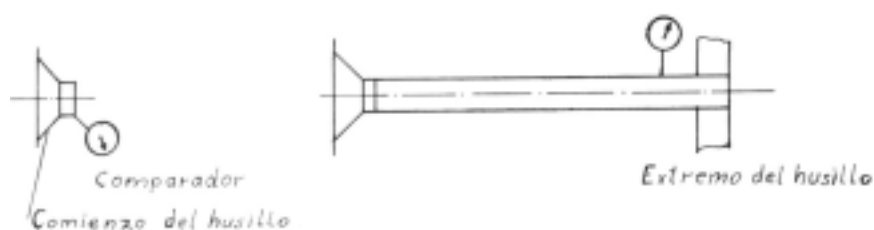

Figura 2
- b) Al estudiar la dirección del husillo, establecer claramente las tolerancias mínimas de circularidad (figura 2).